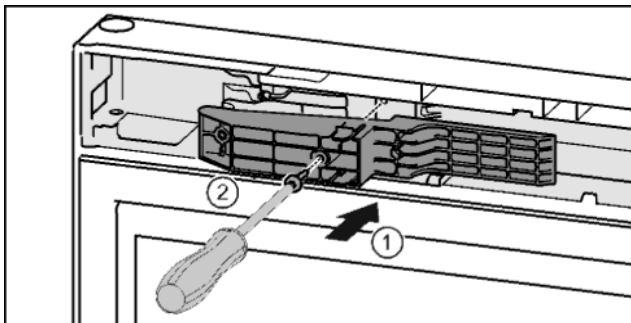

Fig. 43*
- ▶ Вставить деталь адаптера в отверстие на стороне ручки. Fig. 43 (1)*
- ▶ Затянуть винты отверткой T15. Fig. 43 (2)*